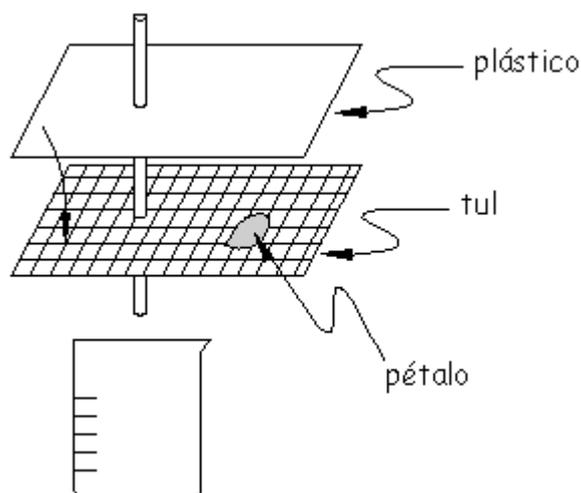

Figura 1
2. Cubre la boca del vaso de precipitados con el tul. Coloca sobre éste la mitad del pétalo de la flor, y guarda la otra mitad para comparar con el pétalo expuesto a la acción del cloro. Cubre con el plástico y asegura todo esto con la liga de hule alrededor de la boca del vaso (Figura 1).